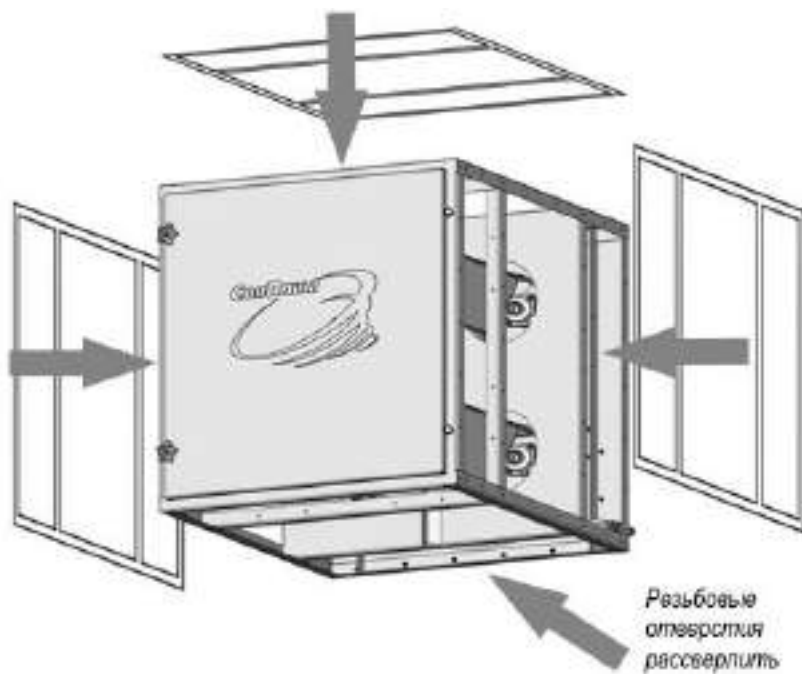

Рисунок 16
5.5.1 На каркасе первого модуля второго и последующих ярусов с внешней и внутренней стороны от отверстий наклеить уплотнение (рисунок 16).